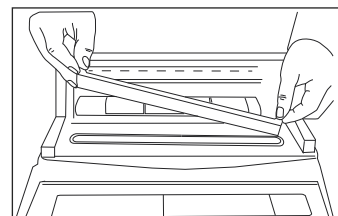

Figure 9
REMARQUE : Videz le plateau d'égouttage après chaque utilisation. (Voir Figure 9) Lavez-le à l'eau chaude savonneuse ou placez-le dans le panier supérieur du lave-vaisselle. Les capteurs d'aliments du plateau d'égouttage (K) ne fonctionneront pas correctement si le liquide est laissé dans le plateau d'égouttage.